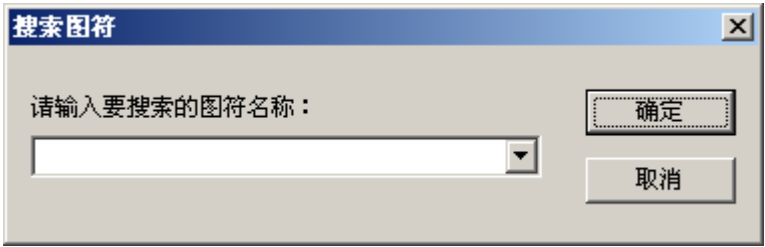

图 6-2 搜索图符对话框
- 4) 单击  按钮，将弹出图符查找对话框如图 6-2 所示。